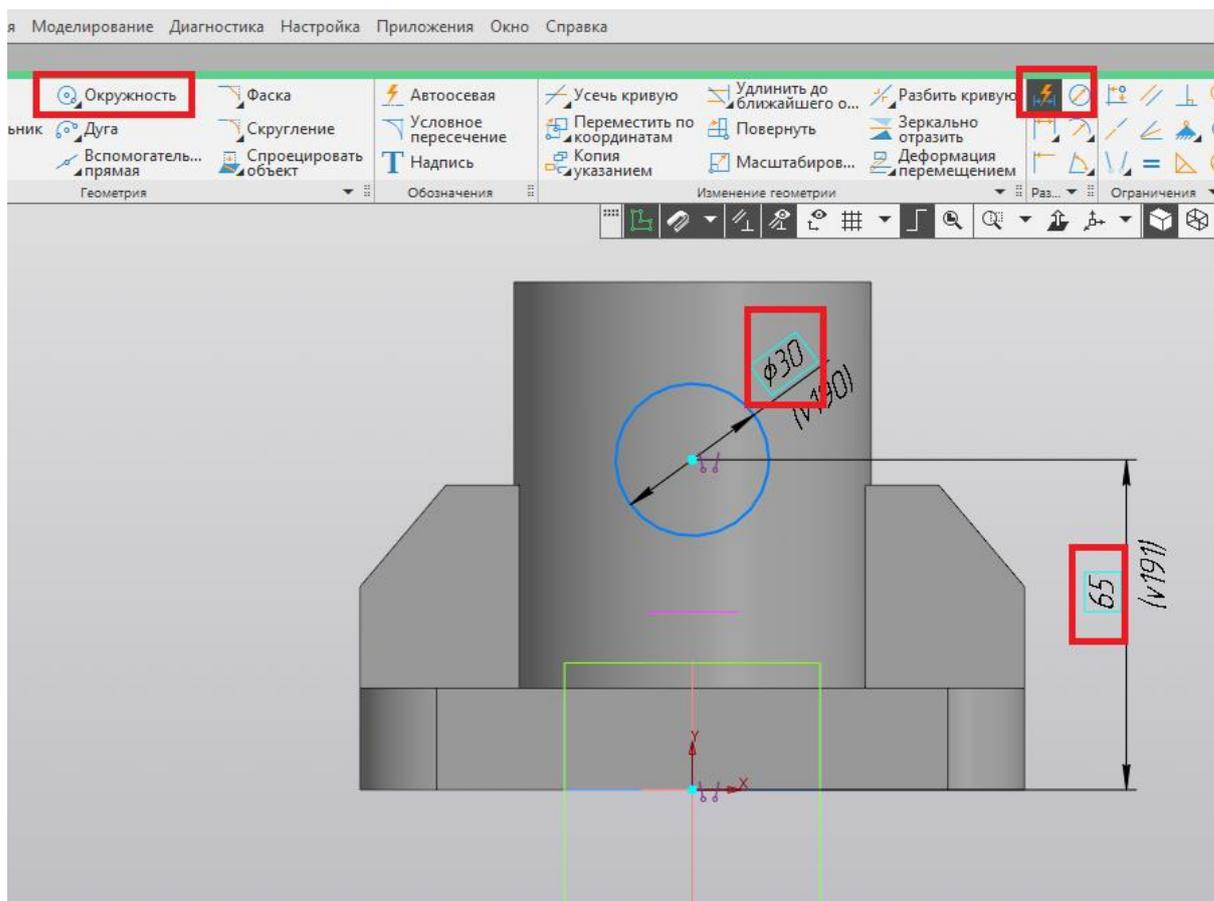

Рис. 159
31. На уровне начала координат строим окружность диаметром 30 мм. Расстояние от центра до начала координат равно 65 мм (рис. 159).